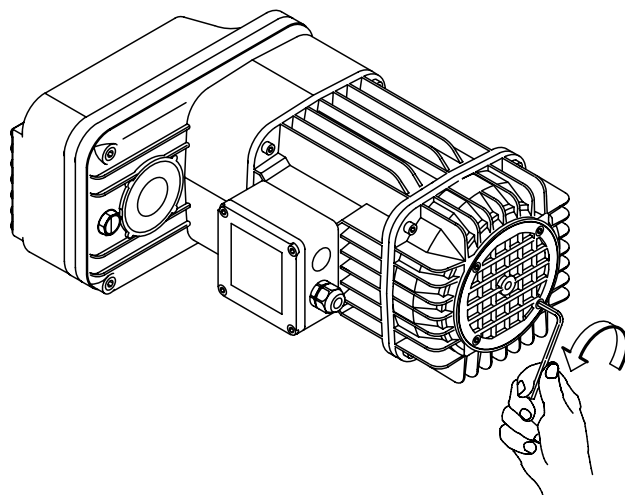

fig. 154
2. Operando in quota, rimuovere la griglia in plastica (aeratore) svitando completamente le quattro viti (fig. 154).
1. Operando in quota, rimuovere la griglia di protezione (aeratore) posta sul coperchio del freno svitando completamente le quattro viti (fig. 154).